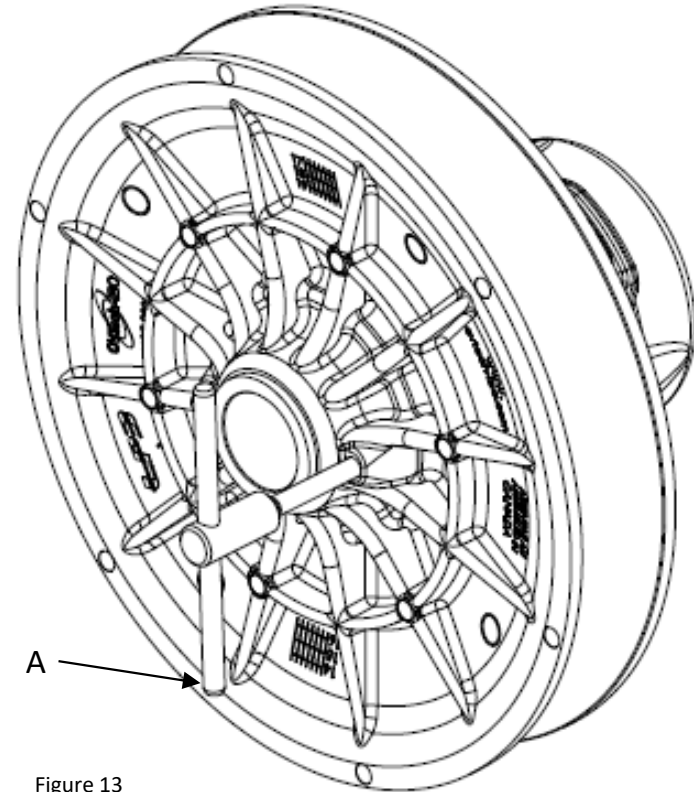

Figure 13
- Si la courroie est installée, vissez l'écarteur de flasque "A" dans les trous filetés, comme illustré à la figure 13, pour retirer la courroie.